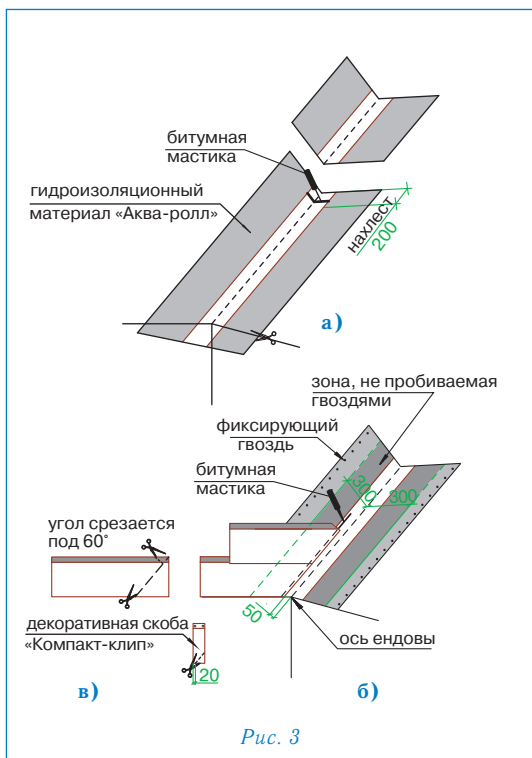

Рис. 3
### Ендова (рис. 3)
- ровно по центру ендовы расстилается специальный рулонный материал «Аква-ролл», фиксируется в верхней части двумя гвоздями и обрезается в нижней части по линии карниза (рис. 3а);
2. «Аква-ролл» укладывается с нахлестом 20 см, место нахлеста тщательно обрабатывается битумной мастикой (рис. 3а).
- непосредственно перед укладкой в ендову черепицы, защитная пленка с лицевой стороны «Аква-ролла» снимается и на самоклеящуюся поверхность укладываются листы черепицы, обрезанные в соответствии с заранее отбитыми линиями (рис. 3б).
**Внимание:** 1. Необходимо также подрезать верхний уголок обрезанного края листа (см. рис. 3в) для правильного стока воды.
2. Крепление обрезанного листа к медной части «Аква-ролла» осуществляется при помощи сплошной полосы битумной мастики (рис. 3б).
4. В случае, если скоба «Компакт-клип» приходится на место обрезки листа, можно либо обрезать накладку, оставив минимум 2 см в нижней части (рис. 3в), либо произвести укладку листов без использования накладки.